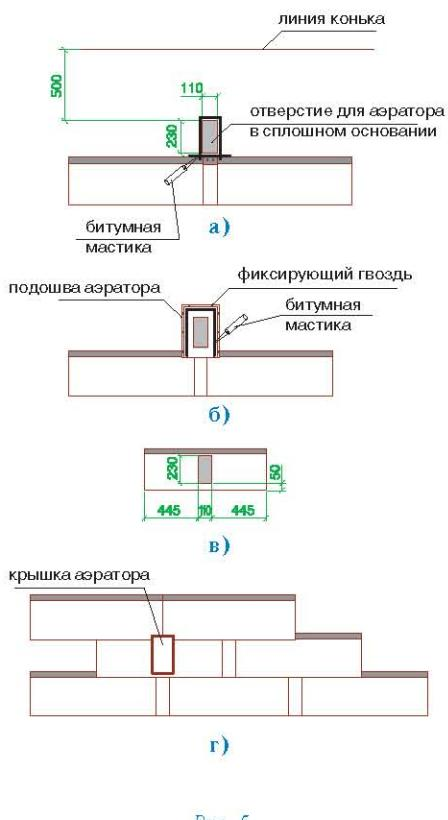

Рис. 5
### Установка аэратора (рис. 5)
- в сплошном основании кровли прорезается отверстие 11 x 23 см, расположенное согласно рис.5а;
- корпус аэратора устанавливается поверх отверстия и фиксируется гвоздями из нержавеющей стали; по верхней и боковым сторонам подошвы корпуса также наносится битумная мастика (рис. 5б);
- далее укладывается очередной ряд черепицы; подошва аэратора при этом закрывается листом ПРЕСТИЖ КОМПАКТ с заранее прорезанным в нем отверстием (рис. 5в);
- на корпус аэратора устанавливается крышка, которая фиксируется нажатием (до щелчка) (рис. 5г).